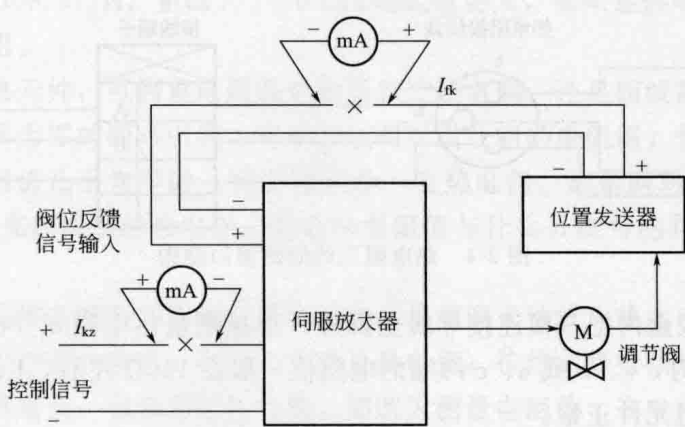

图 2-3 测量执行器回路电流示意图
(2) 直流电流的测量
① 测量执行器回路的电流 图 2-3 是一个执行器回路，用万用表直流电流挡测量控制信号或阀位反馈信号的电流，可以判断执行器工作是否正常。